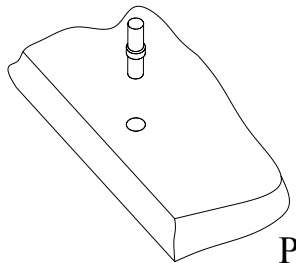

Рис.3
2. Вставьте полкодержатели в соответствующие отверстия деталей 4 и 5 (Рис. 3).